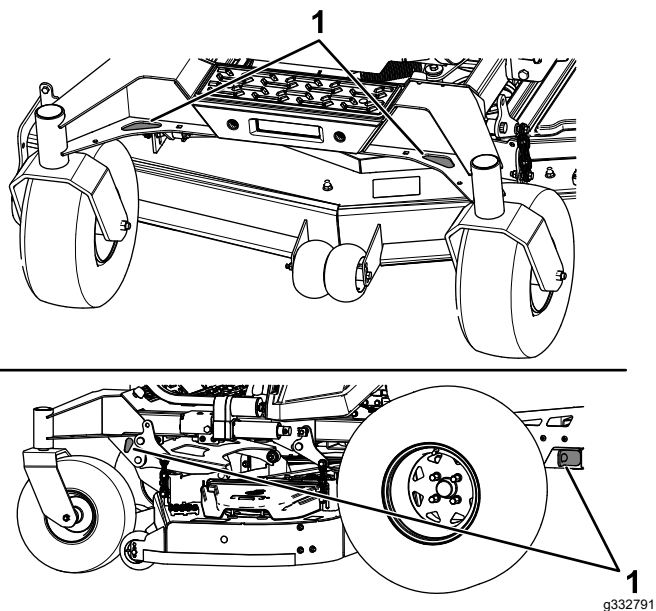

Figura 39
6. Legai maina de lângă roile pivotante faă, folosind curele, lanuri, cablu sau frânghii (Figura 39). Consultai prevederile locale referitoare la fixare.